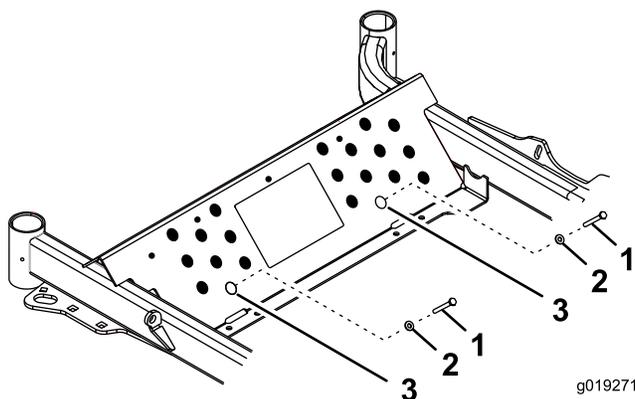
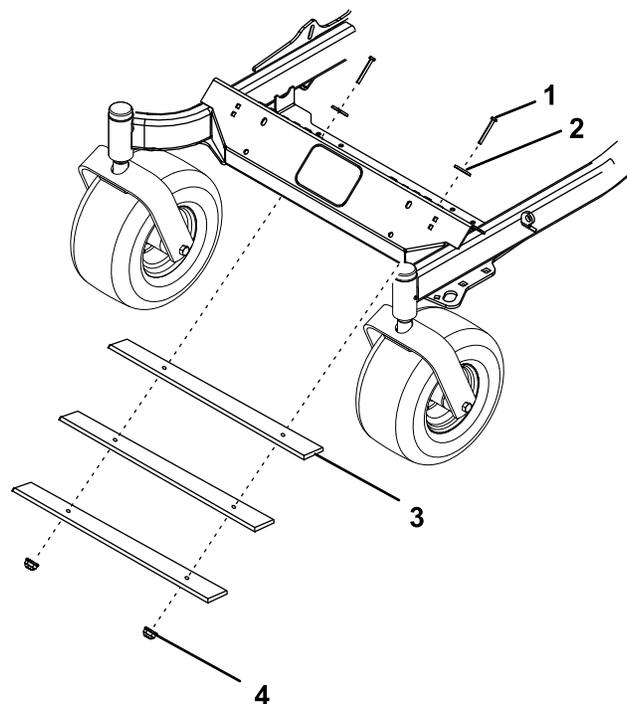

Bild 1
Bild 2
2. Setzen Sie eine Flachscheibe und die entsprechende Schraube wie folgt in die Fußplattform ein: (Bild 1).
3. Schieben Sie jeden Ballast einzeln auf die Schrauben und befestigen Sie mit zwei Muttern (Bild 1 und Bild 2).